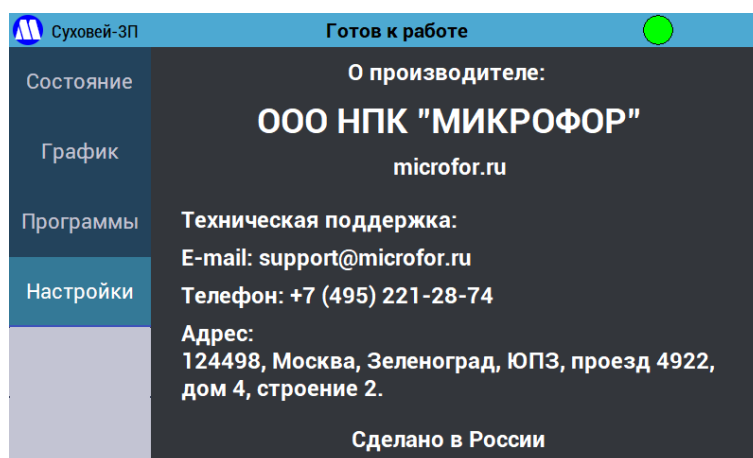

Рисунок 24 – Экран «О производителе».
- 7.2.10.6. Кнопка «**О производителе**» выводит экран (Рисунок 24) с контактными данными производителя генератора.